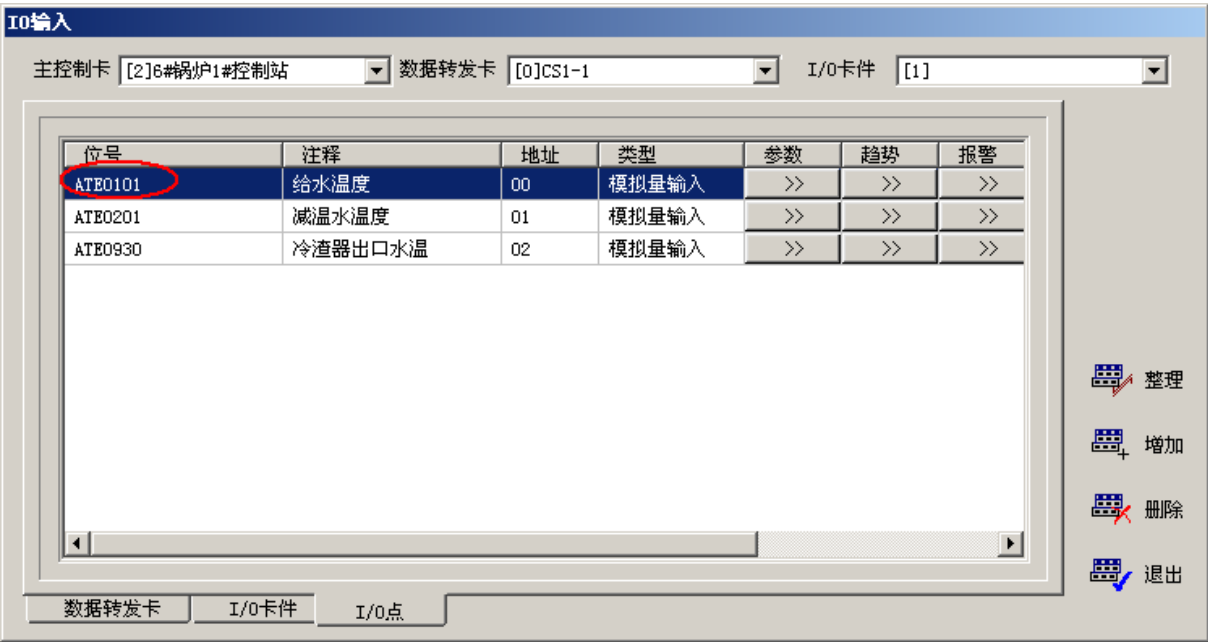

图 7-45 I/O点组态界面
- 在SCKey组态界面中选择需要设置报警的位号，如图 7-45所示，假设选中的是ATE0101。